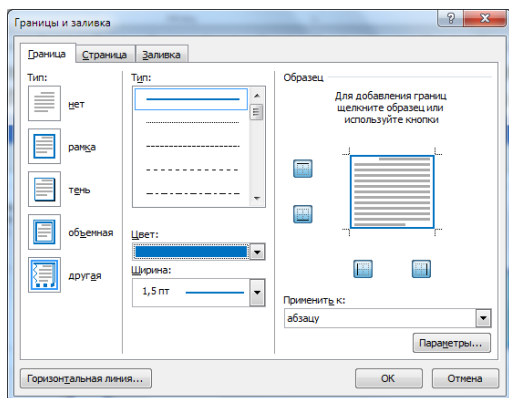

Рис. 3. Оформление рамки вокруг приглашения
- ✓ на вкладке *Граница* установите параметры границ: тип — рамка; ширина линии — 1,5 пт.; применить — к абзацу; цвет линии — по вашему усмотрению (рис. 3);